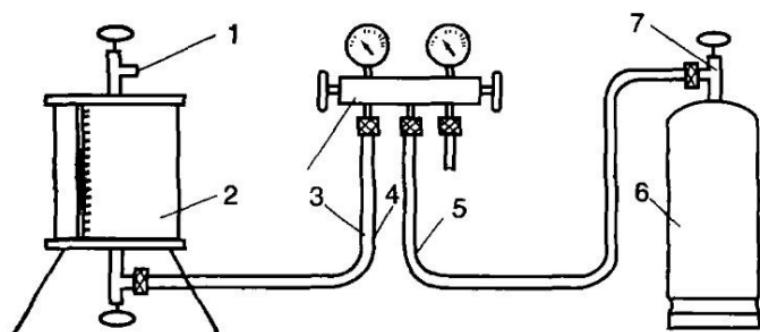

Рис. 124. Соединения для заполнения зарядного цилиндра:
12.7. Отсоединяют центральный зарядный шланг от вакуум-насоса и соединяют его с вентилем баллона с соответствующим хладагентом (рис. 124).
требуемым количеством хладагента, то приоткрывают выпускной вентиль, имеющийся в верхней части зарядного цилиндра, чтобы выпустить пар, (см. рис. 124).